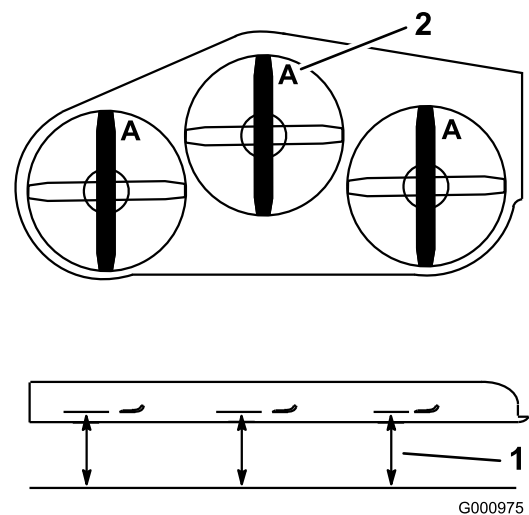

Figura 113
2. Meça desde uma superfície nivelada até à extremidade de corte, posição **A**, das lâminas (Figura 113).